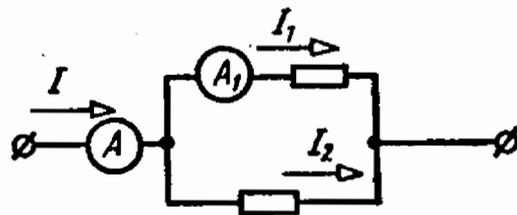

Рис. 12.7
12.7. В цепи постоянного тока схемы рис. 12.7 включены приборы: А — амперметр типа М330 класса точности $K_A = 1,5$ с пределом измерения $I_k = 20$ А и A_1 — амперметр типа М366 класса точности $K_A = 1,0$ с пределом измерения $I_{k1} = 7,5$ А.
12.8. В цепи схемы рис. 12.7 включены приборы: A — микроамперметр типа М4206 класса точности $K_A = 2,5$ с пределом измерения $I_k = 200 \text{ мкА}$ и A_1 — микроамперметр типа М4209 класса точности $K_{A_1} = 4,0$ с пределом измерения $I_{k1} = 100 \text{ мкА}$.